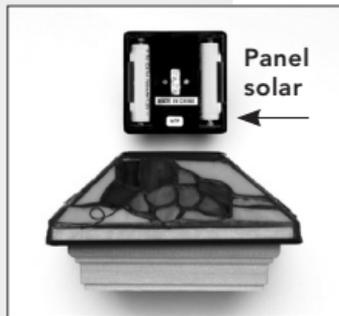

Figura 3
- 1 Retire el panel solar levantándolo hacia arriba desde la parte superior del toque (ver Figura 3).